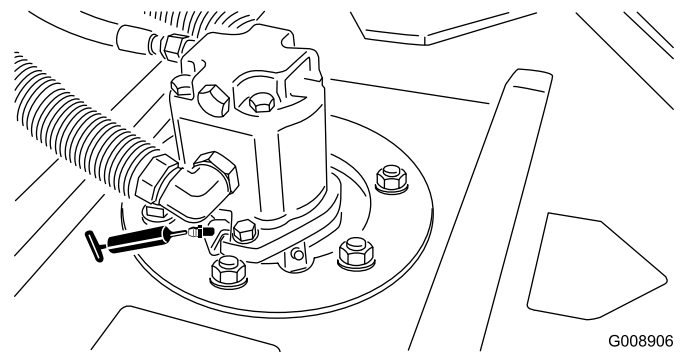

Figura 41
- Cuscinetti dell'asse del perno dell'apparato di taglio (1 per apparato di taglio) (Figura 41)